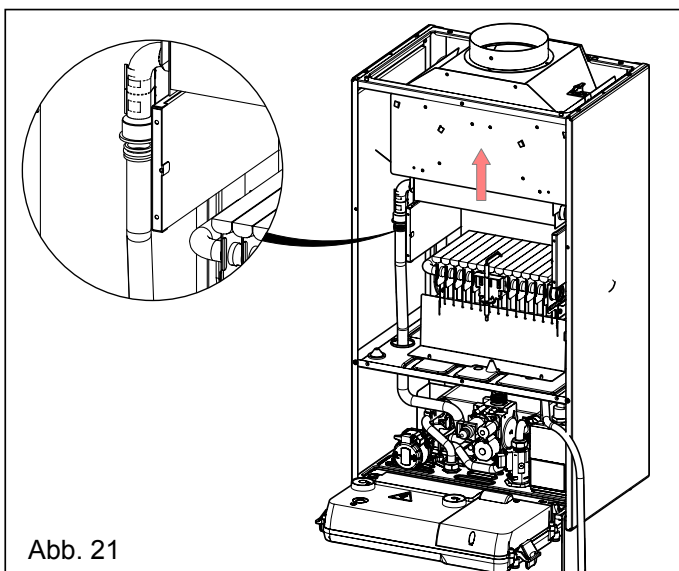

Abb. 21
- Wärmetauscher ausbauen, nach oben heben und nach vorne ziehen (siehe Abb. 21 und Abb. 22)